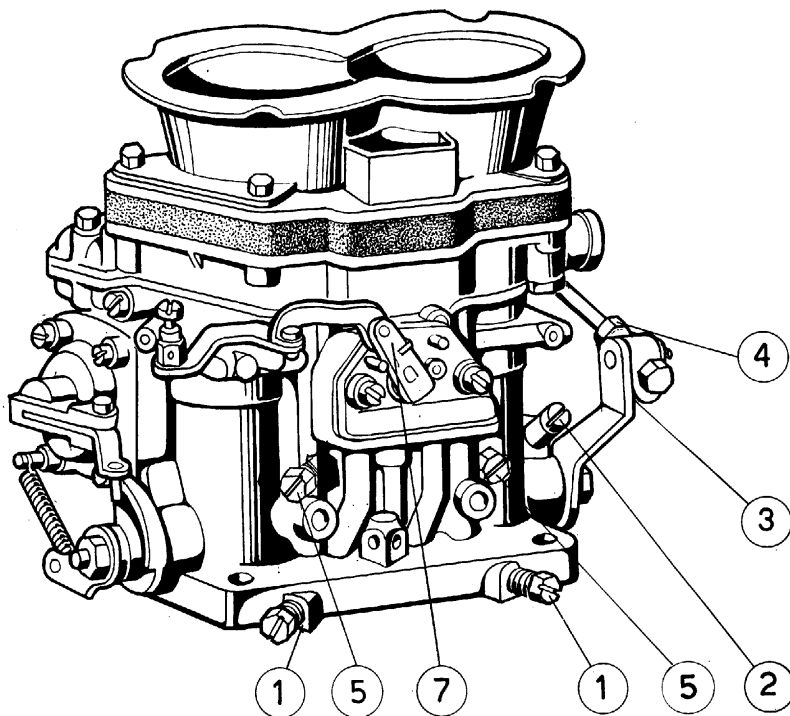
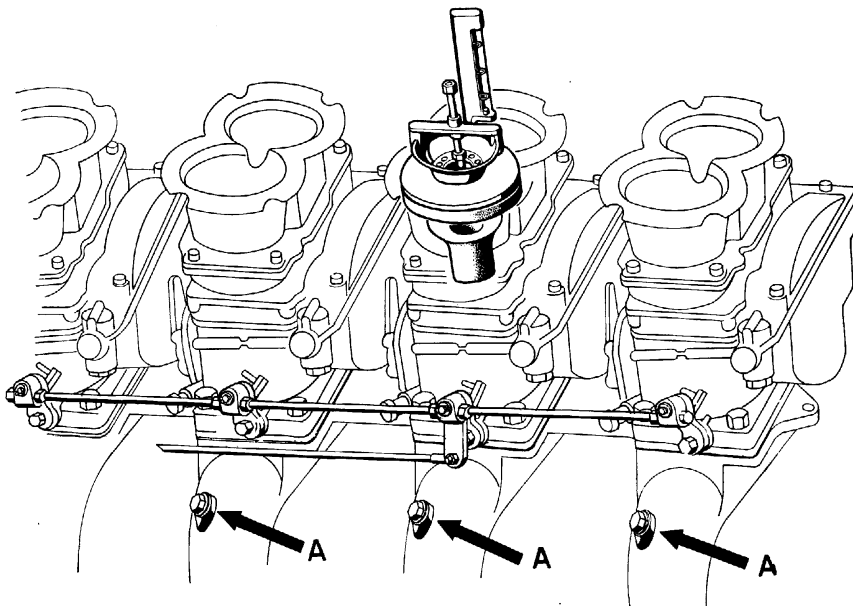

Fig. 28
Fig. 29
- 4) Svitare la vite registro farfalle **(2, Fig. 28)**, riavvitarla fino a leggero contatto con la leva ed avvitare ancora di un giro.
- 5) Allentare il controdado della vite registro aria **(5, Fig. 28)** ed avvitare a fondo, senza forzare, lasciando poi lento il controdado.
- 6) Avvitare a fondo la vite miscela minimo **(1, Fig. 28)**, senza forzare, quindi svitarla di un giro e mezzo.
- 4) Desser et la vis de réglage papillons **(2, Fig. 28)**, la revisser jusqu'à un léger contact avec le levier et donner un autre tour de vis.
- 5) Desser et le contre-écrou de la vis de réglage d'air **(5, Fig. 28)** et visser à fond, sans forcer, en laissant ensuite le contre-écrou un peu desserré.
- 6) Visser à fond la vis de mélange du ralenti **(1, Fig. 28)**, sans forcer, ensuite la dévisser d'un tour et demi.
- 4) Unscrew the throttle adjustment screw **(2, Fig. 28)**, retighten it until it is slightly touching the lever and screw one turn more.
- 5) Unloose the lock nut of the air adjustment screw **(5, Fig. 28)**, completely tighten, without forcing, and leave then the lock nut loose.
- 6) Tighten the idling mixture screw **(1, Fig. 28)** without forcing, and then unscrew it of one turn and a half.
- 4) Schraube zur Einstellung der Drosselklappen lösen (2, Abb. 28), sie wieder einschrauben, bis ein leichter Kontakt mit dem Hebel besteht und dann noch eine Umdrehung weiterschrauben.
- 5) Kontermutter der Einstellschraube für Luft (**5 Abb. 28**) lösen und wieder ohne Gewalt einschrauben, wobei man die Kontermutter etwas zurückschraubt.
- 6) Leerlaufgemischregulierschraube (**1, Abb. 28**) ohne Gewalt ganz einschrauben, sie dann mit 1 1/8 Umdrehung lösen.
- a) Se i valori di depressione nei due condotti di un carburatore sono uguali, bloccare i controdadi della vite (5, Fig. 28); in caso contrario svitare la vite di regolazione dell'aria di compensazione (5) corrispondente al cilindro il cui valore di depressione risulta più basso, fino a raggiungere lo stesso valore del cilindro corrispondente all'altro condotto del medesimo carburatore. Bloccare poi i controdadi.
- a) Si les valeurs de dépression dans les deux conduites d'un carburateur sont identiques, bloquer les contre-écroux de la vis (5, Fig. 28); au cas contraire, dévisser la vis de réglage de l'air de compensation (5) correspondant au cylindre dont la valeur de dépression est la plus basse, jusqu'à obtenir la même valeur que celle du cylindre correspondant à l'autre conduite du même carburateur. Bloquer ensuite les contre-écroux.
- a) If the vacuum values in the two ducts of a carburetor are the same block the screw lock nuts (5, Fig. 28); on the contrary case unscrew the adjustment screw for air compensation (5) corresponding to the cylinder showing the lowest vacuum value until to reach the same value shown by the second duct in the same carburetor. Then, block the lock nuts.
- a) Wenn die Unterdruck-Werte in den beiden Schächten eines Vergasers gleich sind, die Kontermuttern der Schrauben (5 Abb. 28) blockieren; im entgegengesetzten Falle, die Schraube (5) zur Einstellung der Ausgleichsluft und die dem Zylinder mit dem niedrigsten Unterdruckwert entspricht, lösen, bis der gleiche Wert wie der des dem anderen Schacht des gleichen Vergasers entsprechende Zylinder erreicht wird. Dann die Kontermutter blockieren.
**ATTENZIONE:** Una delle viti di compensazione (5) di ogni carburatore deve rimanere completamente avvitata.
- b) Equilibrare la depressione fra i quattro carburatori agendo sulla vite (2, Fig. 28).
- c) Agire sulle viti registro miscela minimo (1, Fig. 28) fino ad ottenere, cilindro per cilindro, la dosatura ottimale del titolo di miscela. Nell'eventualità che, effettuate le operazioni (b, c), venisse alterata l'equilibratura fra i carburatori, è necessario ripetere le operazioni (a, b).
**ATTENTION:** une des vis de compensation (5) de chaque carburateur doit rester complètement vissée.
- b) Equilibrer la dépression des quatre carburateurs en jouant sur la vis (2, Fig. 28).
- c) Jouer sur les vis de réglage de mélange du ralenti (1, Fig. 28) jusqu'à obtenir, cylindre par cylindre, le dosage optimal du titre de solution. Au cas où, après avoir effectué les opérations (b, c) l'équilibrage des carburateurs serait altéré, il faudra répéter les opérations (a, b).
**ATTENTION:** One of the compensation screws (5) on each carburetor must be left completely tightened.
- b) Operate the screw (2, Fig. 28) to balance the depression within the four carburetors.
- c) Operate the idle mixture adjustment screws (1, Fig. 28) till to obtain, cylinder by cylinder, the proper mixture metering. In case that after having carried out the «b» and «c» operations the carburetor balancement is altered, is necessary to effect the «a» and «b» operations again.
- 1) Sostituire i tappi (N. 8) filettati (A, Fig. 29) con i raccordi dei vuotome-
- 1) Remplacer les bouchons (N. 8) filetés (A, Fig. 29) par les raccords des vacuumetres en reliant les condui-
- 1) Replace the threaded caps (N. 8) (A, Fig. 29) with the vacuum gauge union: connect the right ducts to the
**ACHTUNG:** Eine der beiden Ausgleichschrauben (5) eines jeden Vergasers muß vollkommen eingeschraubt bleiben.
- b) Unterdruck zwischen den vier Vergasern ausgleichen, indem man auf die Schraube (2 Abb. 28) einwirkt.